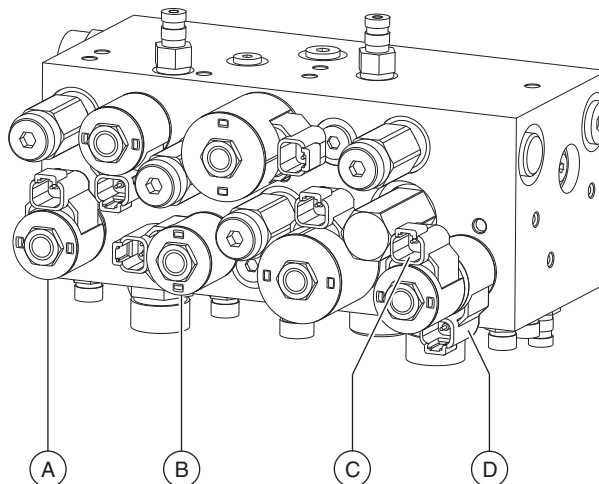

Ilustración 2
- 2 Etiquete y desconecte el conector con el cable rojo de la bobina de oscilación izquierda (elemento A) y el conector con el cable blanco de la bobina de oscilación derecha (elemento B) y déjelos a un lado. Ver la ilustración 2.
- 3 Etiquete y desconecte el conector con el cable azul de la bobina de giro a la derecha (elemento C). Conéctelo a la bobina de oscilación derecha (elemento B). Ver la ilustración 2.
- 4 Etiquete y desconecte el conector con el cable azul/negro de la bobina de giro a la izquierda (elemento D). Conéctelo a la bobina de oscilación izquierda (elemento A). Ver la ilustración 2.
- 9 Desconecte el conector con el cable azul de la bobina de oscilación derecha (elemento B). Conéctelo a la bobina de giro a la derecha (elemento C). Ver la ilustración 2.
- 10 Desconecte el conector con el cable azul/negro de la bobina de oscilación izquierda (elemento A). Conéctelo a la bobina de giro a la izquierda (elemento D). Ver la ilustración 2.
- 11 Conecte el conector con el cable rojo a la bobina de oscilación izquierda (elemento A) y el conector con el cable blanco a la bobina de oscilación derecha (elemento B) (los que desmontó en el paso 2). Ver la ilustración 2. Prosiga en **Comprobación de la dirección**.